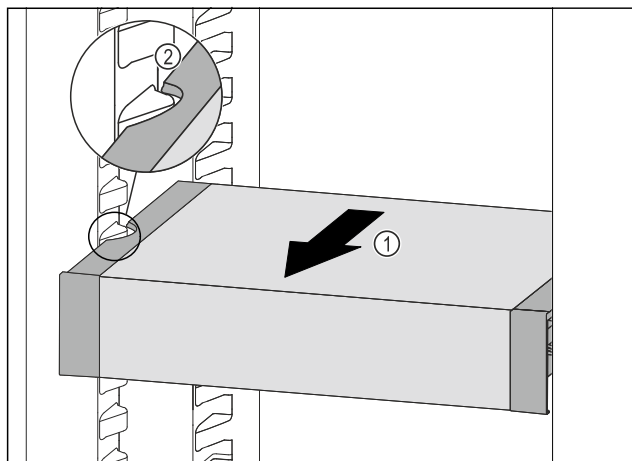

Fig. 207
- Táhněte VarioSafe dopředu Fig. 207 (1), dokud nebudou boční vybrání VarioSafe na úrovni žebrování na nádoby v chladničce. Fig. 207 (2)